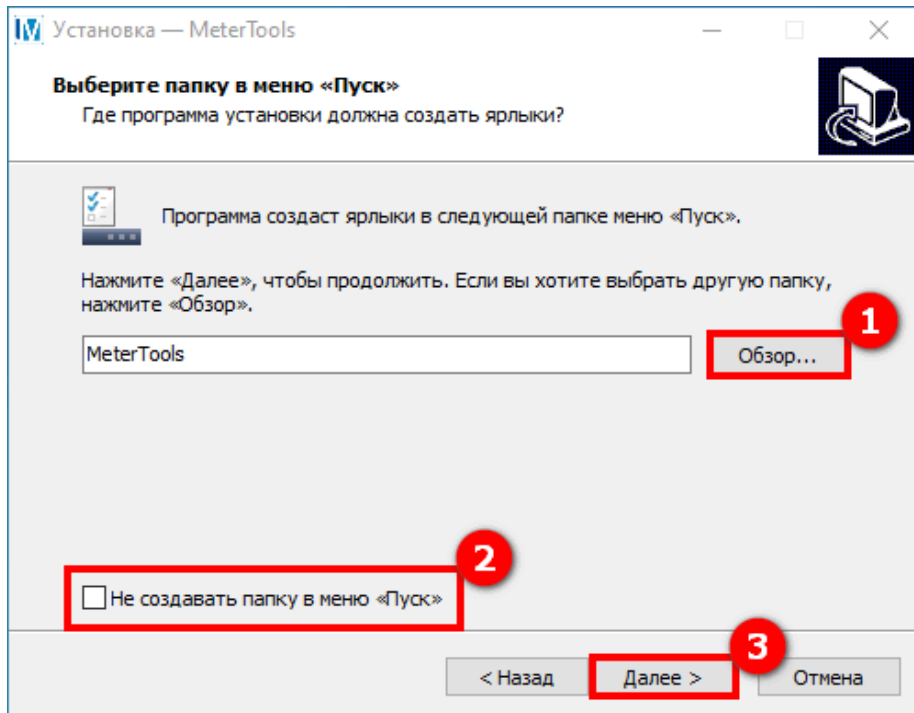

Рисунок 4 – Окно установки MeterTools
По умолчанию Мастер установки создаст ярлык папки в меню **Пуск**. Нажав на кнопку **Обзор** (1) (см. рисунок 4), можно выбрать другую папку. В случае отсутствия необходимости в создании ярлыка папки в меню **Пуск** необходимо проставить соответствующую отметку (2). Нажимаем кнопку **Далее** (3).